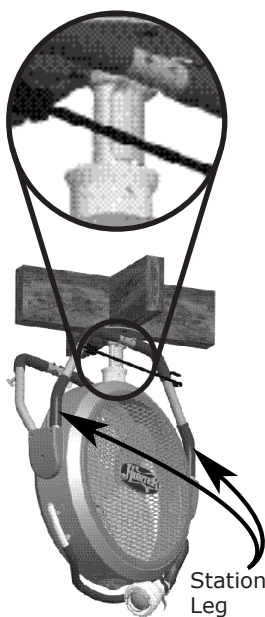
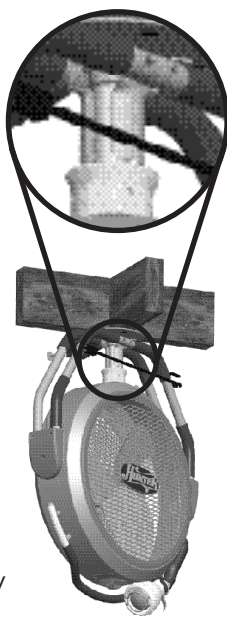
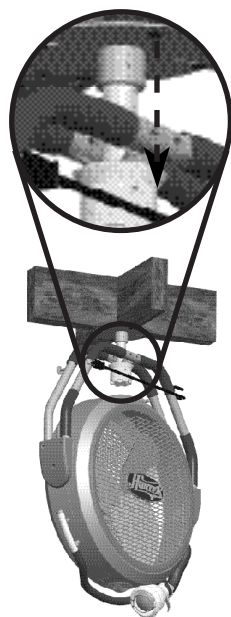

Figura 3a
Figura 3b
Figura 3c
4. Tome el soporte estacionario y coloque el manguito separado del soporte estacionario en la varilla, sobre el tapón decorativo. Vea la figura 3a. Mientras mantiene fijo el soporte estacionario, deslice hacia adelante el soporte ajustable, colocando el manguito separado de éste alrededor del tapón decorativo. Vea la Figura 3b. Baje el manguito separado y colóquelo en el tapón decorativo. Vea la Figura 3c.